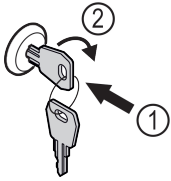

Fig. 114
- ▶ Dugja be a kulcsot Fig. 114 (1).
- ▶ Forgassa el a kulcsot 90°-kal az óramutató járásával megegyező irányba Fig. 114 (2).